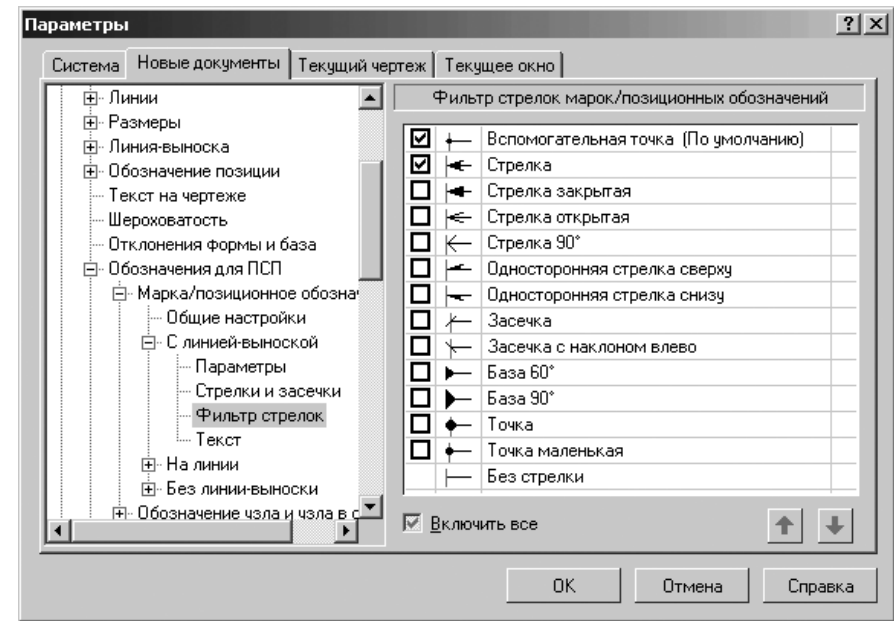

Рис. 10.51. Диалоговое окно **Параметры** с открытой вкладкой **Новые документы** и панелью **Фильтр стрелок марок/позиционных обозначений**
- щелкните в списке настраиваемых элементов **С линией-выноской** по пункту **Фильтр стрелок**. В правой части появится панель **Фильтр стрелок марок/позиционных обозначений**, показанная на рис. 10.51;